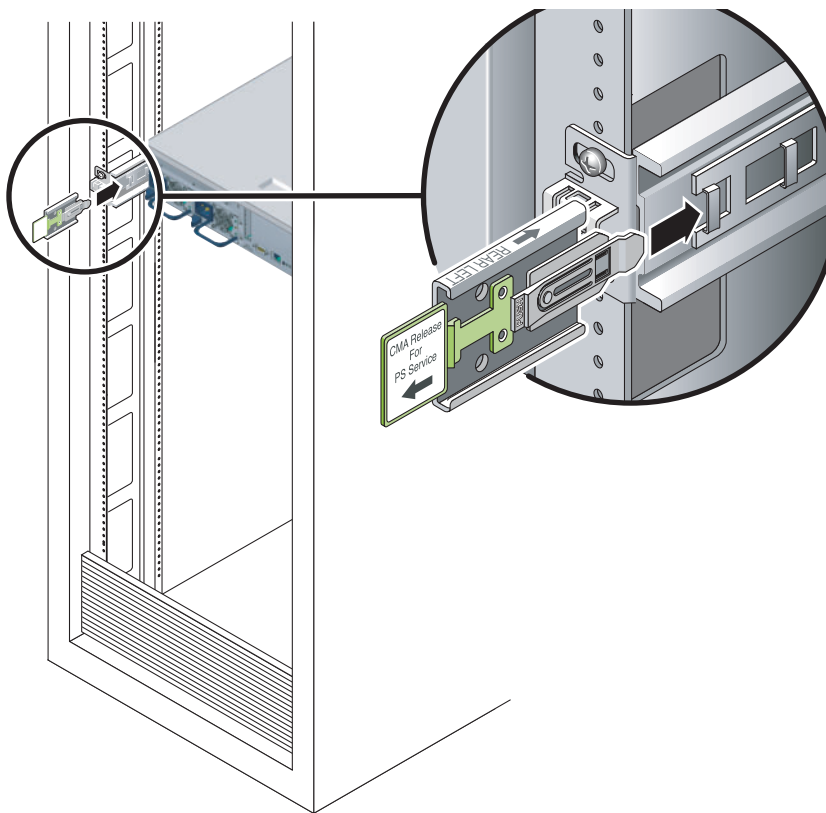

图 2-8 将 CMA 滑轨的扩展部分插入左侧滑轨的后部。
1. 在机架的背面，将 CMA 滑轨的扩展部分插入左侧滑轨部件的末端（图 2-8）。位于滑轨扩展部分前部的卡舌将咔嗒一声卡入到位。